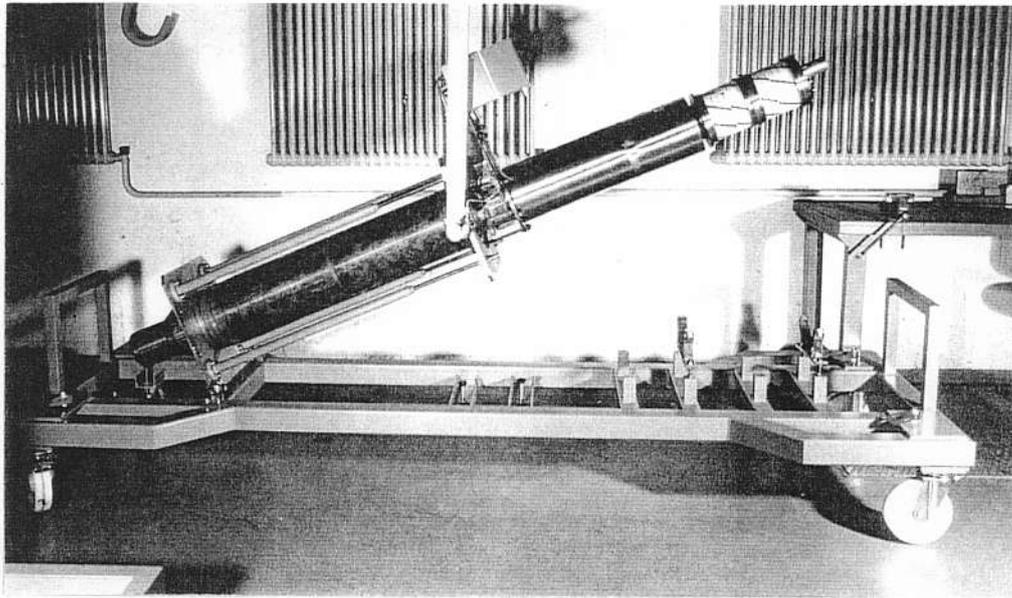

Abb. 15. Aufrichten des Klystrons im Transportwagen
- d) Das Klystron mit dem Hebejoch langsam im Transportwagen aufrichten (Abb. 15.). Dabei ist darauf zu achten, daß die IGP und der Hohlleiter nicht mit dem Hebegeschirr kollidieren (besonders wichtig bei Verwendung eines vorhandenen Hebegeschirrs).